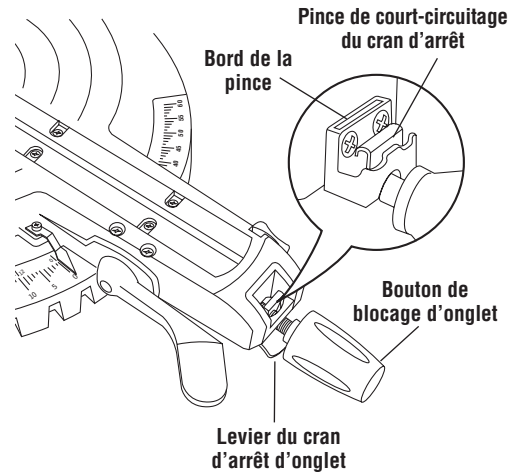

Figure 26. Court-circuitage du cran d'arrêt
2. Poussez la pince de court-circuitage du cran d'arrêt vers l'avant et verrouillez en place par-dessus le bord. Relâchez le levier du cran d'arrêt d'onglet (Figure 26)